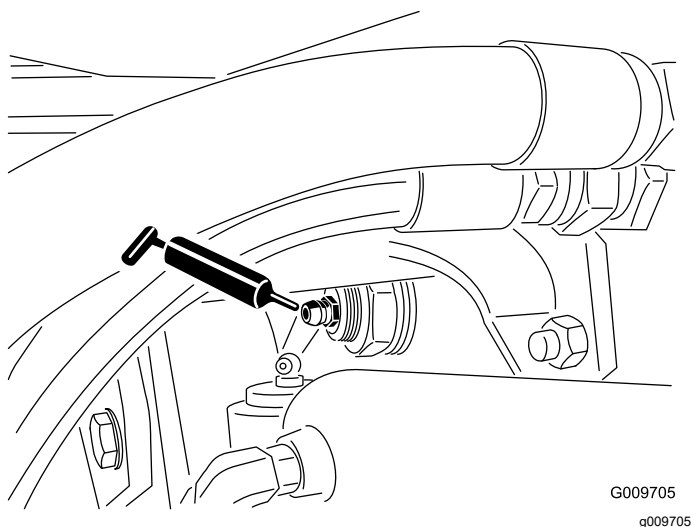

Figure 75
- Bagues de pivot d'essieu arrière (2), comme montré à la Figure 75.